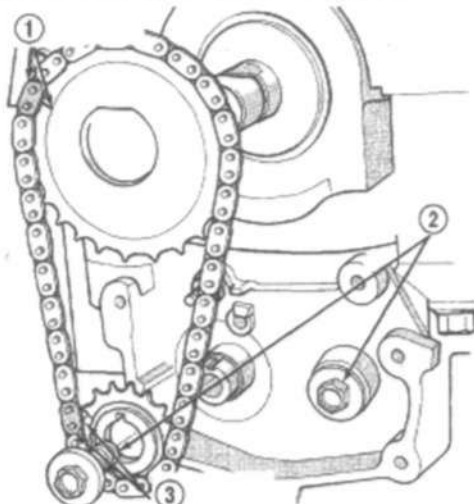

Рис. 114 Приводная цепь и звездочки
- (5) Снять шестерню баланси́ровочного вала, винты крепления звездочки цепи и звездочку цепи коленвала. Снять цепь и звездочку в сборе (Рис.114). При помощи двух брусков подвигать звездочку вперед и назад так, чтобы она сдвинулась с вала.